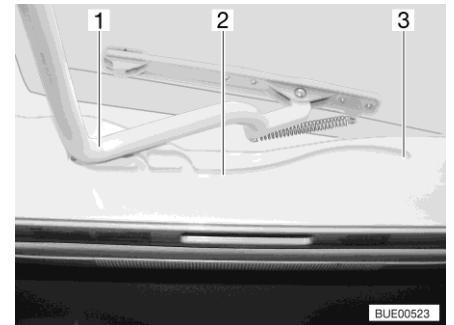

Bild 116 Spår (Heki-taklucka)
- Dra in bygeln (Bild 116,1) i spåren (Bild 116,2) till den bakersta positionen (Bild 116,3).
- Tryck bygeln (Bild 116,1) lätt uppåt med båda händerna.
- Drag bygeln till önskad position i spåret (Bild 116,2).